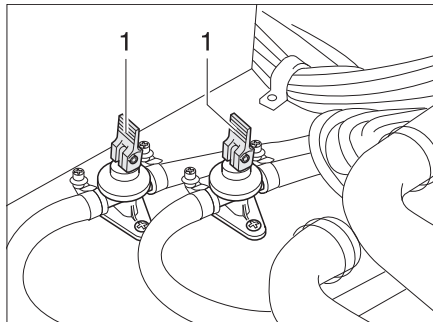

Bild 119 Avtappningskranar
- Stäng avtappningskranarna. Ställ vipparmen (Bild 119,1) i vågrätt läge.
- Öppna avtappningskranarna (Bild 119). Ställ vipparmen (Bild 119,1) i lodrätt läge. Nu töms varmvattenberedaren via avtappningskranarna (utomhus).